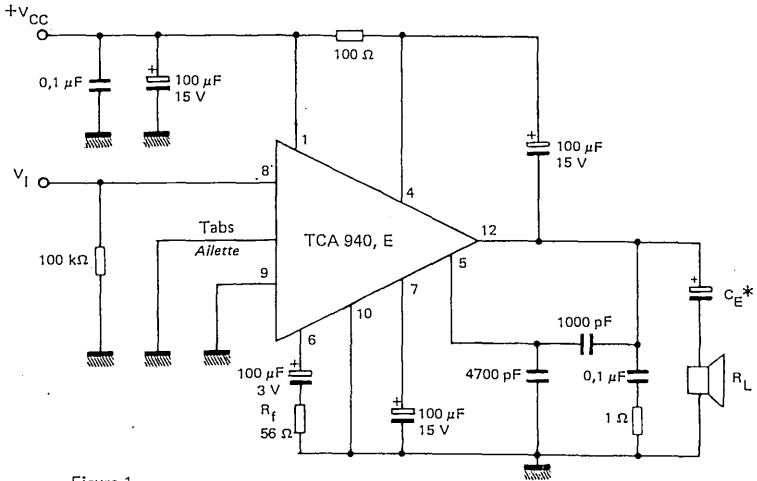

Figure 1
Note 1 : The characteristics above were obtained using the circuit shown in figure 1
*Mesuré dans les conditions de la figure 1*
Mesuré dans les conditions de la Figure 1